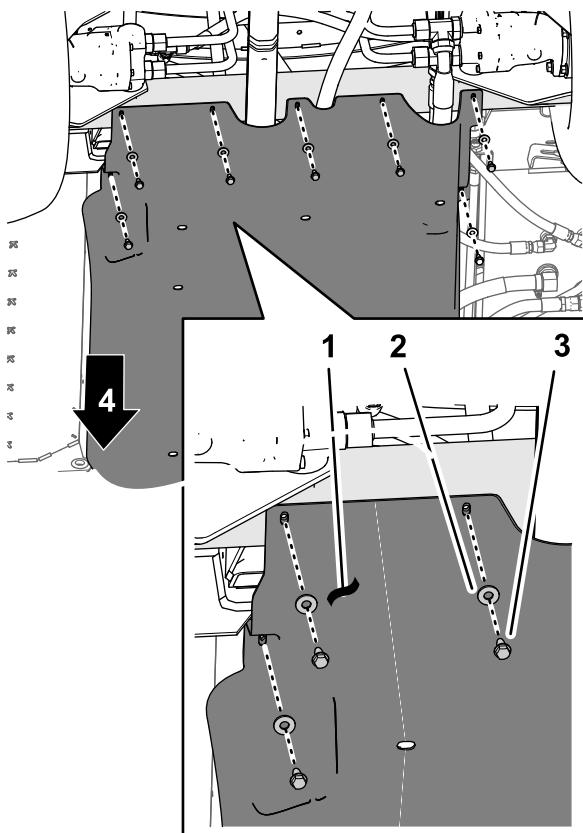

Figura 66
- Alinhe os orifícios na parte de trás do resguardo do chassis com os orifícios no chassis (Figura 66).
- Monte a parte de trás do resguardo do chassis inferior no chassis (Figura 66) com as ferragens que retirou no passo 1 de **Retirar o resguardo do chassis inferior** (página 4) da seguinte forma: